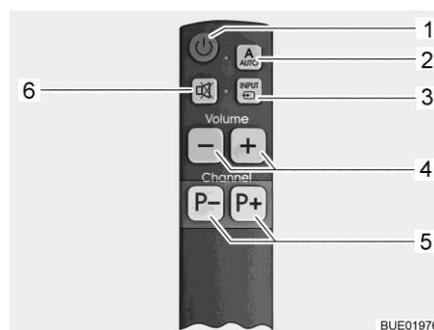

Fig. 55 Telecomando semplificato (opzionale)
- Premere il tasto AUTO (Fig. 54,2 o Fig. 55,2) per 1 secondo. Televisore e unità di comando si accendono.
- Premere i tasti di selezione programma (Fig. 54,4 o Fig. 55,5), finché non è selezionato il programma televisivo desiderato.
- Premere il tasto INPUT (Fig. 54,3 o Fig. 55,3) le volte necessarie per selezionare la sorgente del segnale desiderata.
- Per tornare all'indicazione del canale del satellite, premere il tasto INPUT (Fig. 54,3 o Fig. 55,3) le volte necessarie per selezionare la sorgente del segnale DVB-S2.
- Premere il tasto AUTO (Fig. 54,2 o Fig. 55,2).
- Premere il tasto On/Off del televisore (Fig. 54,1 o Fig. 55,1). L'unità di comando non si accende e l'antenna rimane in posizione di parcheggio.
- Premere il tasto INPUT (Fig. 54,3 o Fig. 55,3) le volte necessarie per selezionare la sorgente del segnale desiderata (ad es. DVD).
- Per spegnere il televisore, premere il tasto On/Off del televisore (Fig. 54,1 o Fig. 55,1).